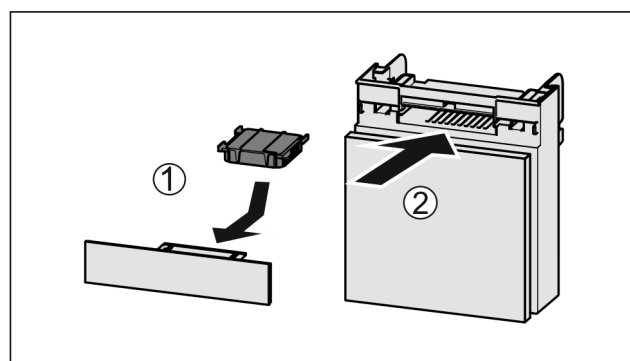

Fig. 210
- Insérer le filtre à charbon actif d'après le schéma Fig. 210 (1).
- Insérer le compartiment Fig. 210 (2).